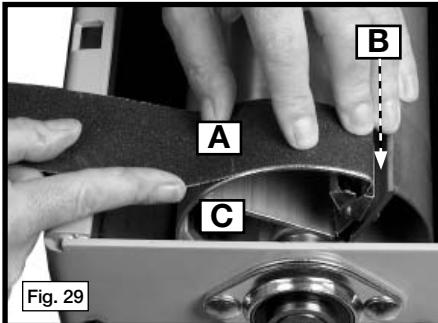

Fig. 29
3. Gire el tambor (C) Fig. 29 a mano hasta que llegue a la otra pinza de resorte. Presione esa pinza de resorte para abrirla y quite la banda de lijado.
4. Para reemplazar la banda de lijado, presione las pinzas de resorte (B) Fig. 29 juntas e introduzca un extremo de la banda de lijado (A) a través de la ranura en el tambor y dentro de la pinza de resorte. Alinee el extremo cónico de la banda de lijado con el borde del tambor.